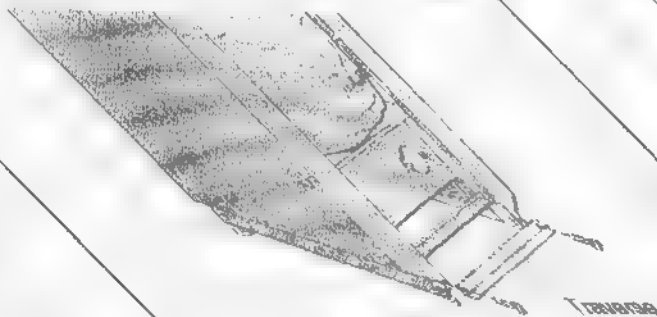

Fig. 13
- Visser la traverse inférieure à gauche et à droite sur les arêtes des parois latérales à l'aide de 2 vis Parker (fig. 13).